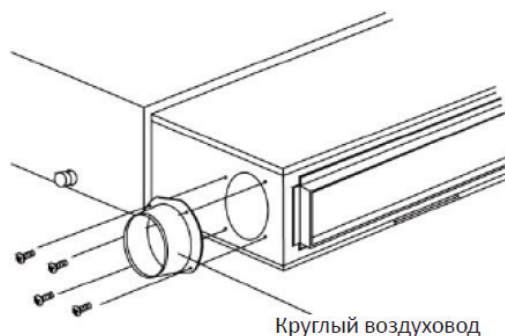

Рис. 5.4.7
- (2) Подключить фланец круглого воздуховода для присоединения комплекта подмеса свежего воздуха (см. рис. 5.4.7).
- (3) Теплоизолировать необходимо как воздуховод, так и фланец.
- (4) Свежий воздух должен проходить через воздушный фильтр.